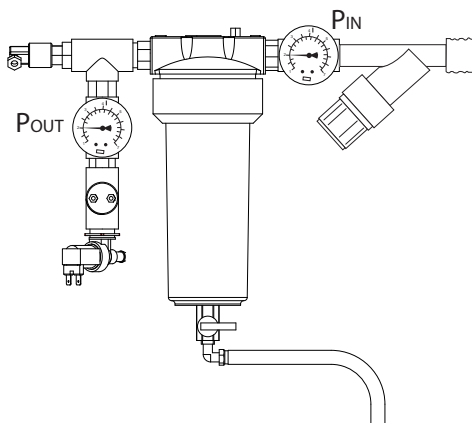

Fig. 1.a
Le contrôle des filtres doit être effectué mensuellement, tandis que le remplacement du filtre de 9" (Fig. 1.c) doit être effectué uniquement si la différence de pression entre les deux manomètres sur la Fig. 1. a est > de 0,5 bar.
- décharger le filtre: ouvrir le robinet inférieur du filtre, appuyer sur le bouchon de blocage supérieur pour décharger complètement le filtre (Fig. 1.b).